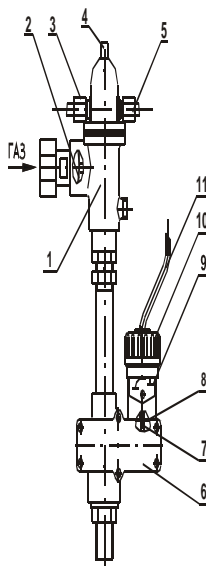

Рис. 2 Автоматика котла.
4.2. Клапан газовый магнитный 1 (Рис.2) представляет собой электромеханическое устройство. Состоит из корпуса, внутри которого находится клапан, коробки магнитной, и служит для подачи газа к запальнику и горелке и автоматического отключения подачи газа при:
4.4. Терморегулятор 6 (Рис.2) предназначен для регулирования температуры воды в баке и состоит из узла “сильфон - термобаллон”, установленного внутри бака котла, системы рычагов и клапана, расположенных в корпусе терморегулятора.
На корпусе закреплена шкала настройки и гайка регулировочная 10 (Рис.2), вращая которую можно настраивать автоматику на температуру от 50 °С до 90 °С. Эта перемена температуры вызывается перемещением сильфона вместе со штоком 7 вверх (вниз) при вращении гайки регулировочной.
- нажимать кнопку пусковую 4 (Рис.2) и вращать гайку регулировочную терморегулятора 10 (Рис.2) без надобности;
5.5. Во избежание разрушения гайки контактов терморпары, электромагнита и провода датчика тяги не затягивайте сильно накидные гайки 3, 5 (Рис.2) при наворачивании их на штуцера электромагнита.
6.14. Установите гайку регулировочную 10 (Рис.2) на необходимую температуру воды в котле см. п.7.3.6.